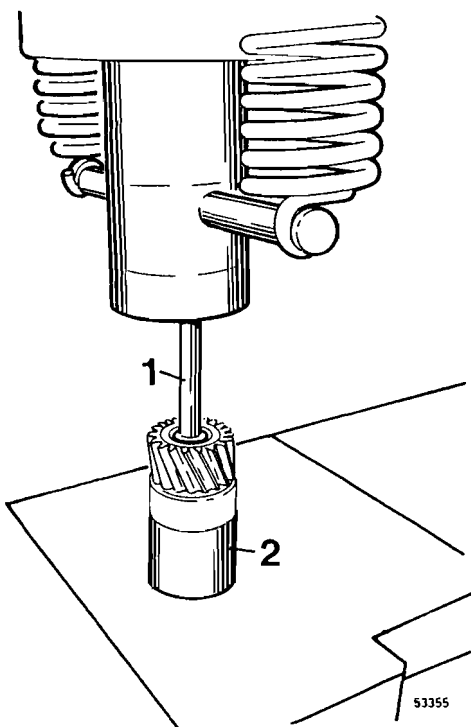

Fig. 243
Tubo según las figs. 243 y 246
- 10 Extraer el muñón del cojinete doble y el engranaje, véase fig. 243.